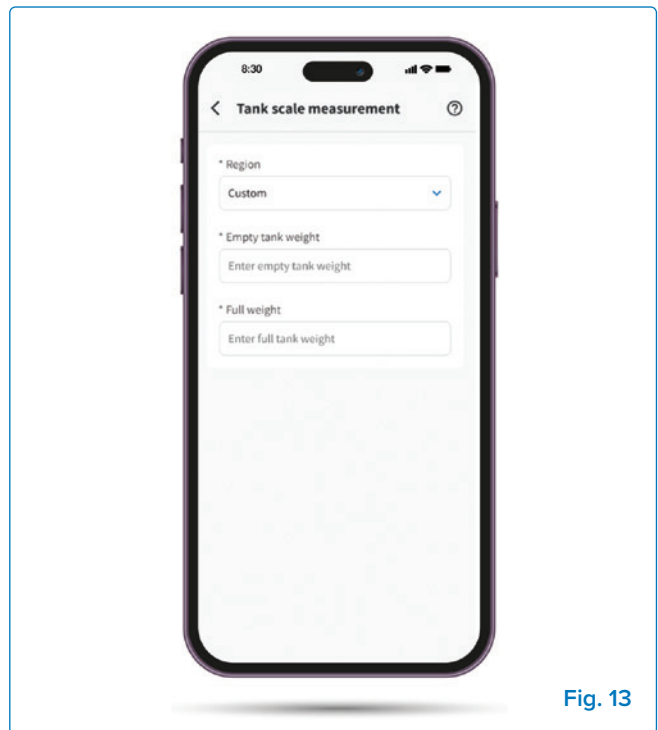

Fig. 13
- » **Tanque personalizado (opcional):** Ingrese el peso de un tanque vacío y lleno para un monitoreo preciso (**Fig. 13**).